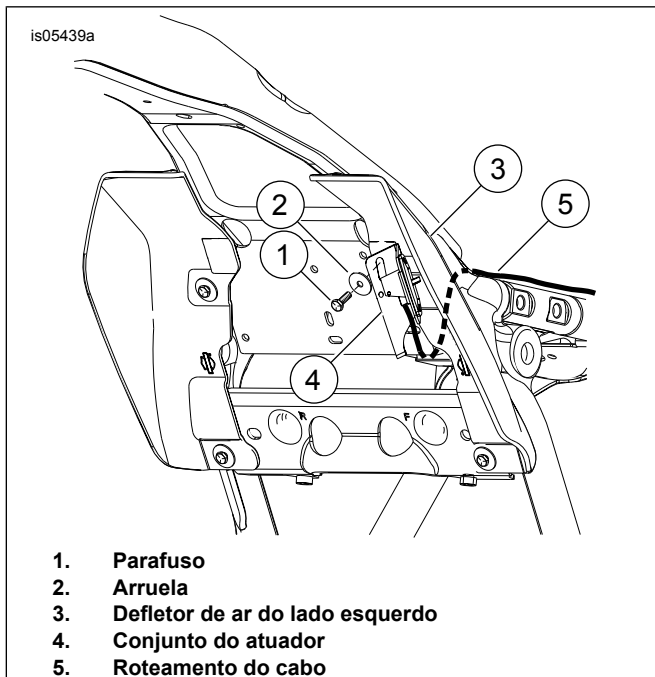

Figura 5. Instalação do conjunto do atuador com defletor de ar no centro do quadro
3. Veja Figura 5. Puxe a abraçadeira plástica da presilha do fio da vela de ignição para fora do furo da placa do quadro no local em que o suporte da alça de ajuste será montado. Descarte a presilha de mangueira plástica.
8. Veja a figura 5. Verifique se o cabo de ajuste do encosto não está conectado ao suporte de montagem. Começando pela extremidade do conjunto do atuador, faça o roteamento do cabo do encosto sob a placa da travessa e através do quadro (5).
10. Veja a figura 5. Arraste o lado liso do suporte do conjunto de montagem (4) do atuador para trás dos fios e alinhe o furo de montagem superior do defletor com a fenda do suporte da alça de ajuste. Verifique se a lingueta dobrada/gancho do suporte encaixa na borda da placa da travessa. Quando estiver alinhado, insira e aperte o parafuso e a arruela.